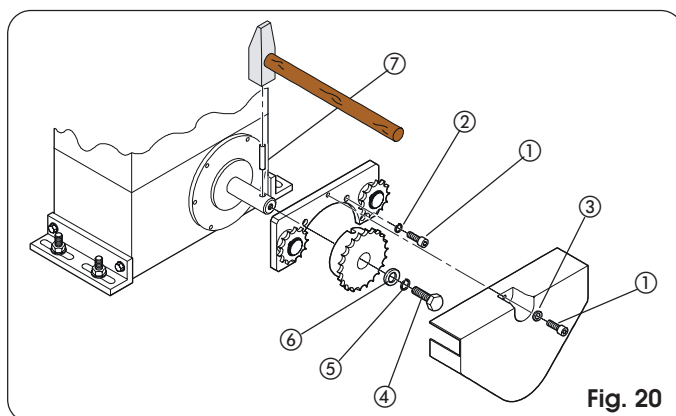

Fig. 20
4.5.2. MOD. 746 ER RF (Fig. 20 - 21)
- 1) Introduire le goujon élastique ⑦ dans l'arbre en utilisant un marteau.
- 2) Appliquer sur la bride du motoréducteur la patte des renvois fous, en utilisant les quatre vis ① (M5 x 12) et les rondelles spécifiques ② présentes dans le kit de la Fig.20.
- 3) Appliquer le pignon à chaîne sur l'arbre en faisant coïncider les logements du pignon sur le goujon élastique et serrer la vis ④ et les rondelles spécifiques ⑤ et ⑥.
- 4) Passer la chaîne d'après la Fig.21 réf. A et monter le carter de protection avec la vis ① et la rondelle ③ d'après la Fig.20.